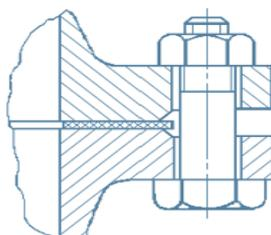
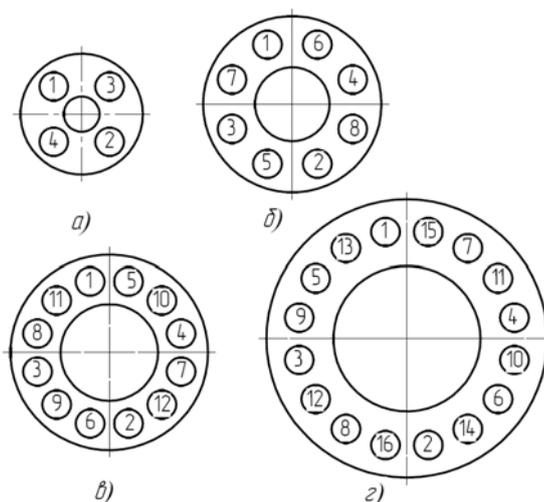

Рисунок 2.1 – Фланец исполнения 1 по ГОСТ 12821 в разрезе
Рисунок 2.2 – Порядок затяжки гаек при фланцевом соединении
2.3.12.4 При монтаже расходомера следует применять прокладки, соответствующие величине рабочего давления в трубопроводе. Для уплотнения фланцев по ГОСТ 12821, исполнение 1 (рис.2.1), при давлении до 4,0 МПа включительно допускается применение прокладок из паронита по ГОСТ 15180, а при давлении свыше 4,0 МПа необходимо применять прокладки из армированного паронита ПА по ГОСТ 481-80 или спиральнонавитые прокладки типа Д по ОСТ 26 260 454-99. Затяжку гаек выполнять в порядке, показанном на рис.2.2 (а-г).